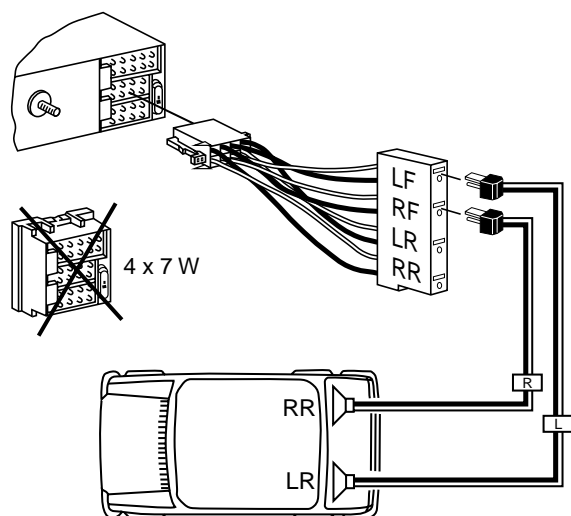

Fig. 10
- 2 Altifalantes (4 Ω/22 W) fig. 10